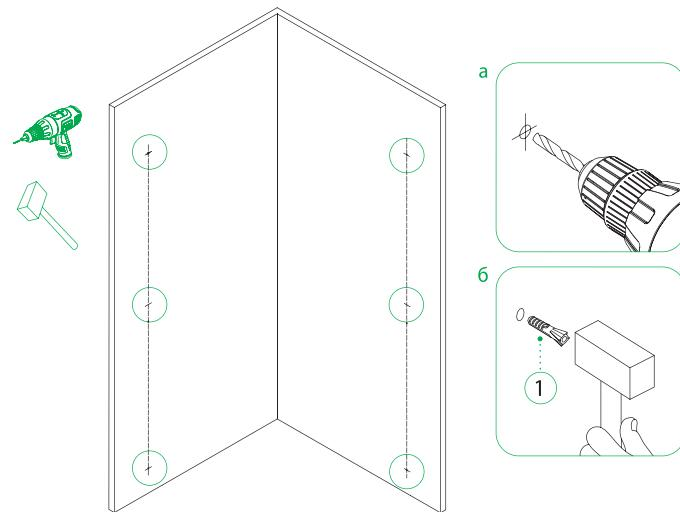
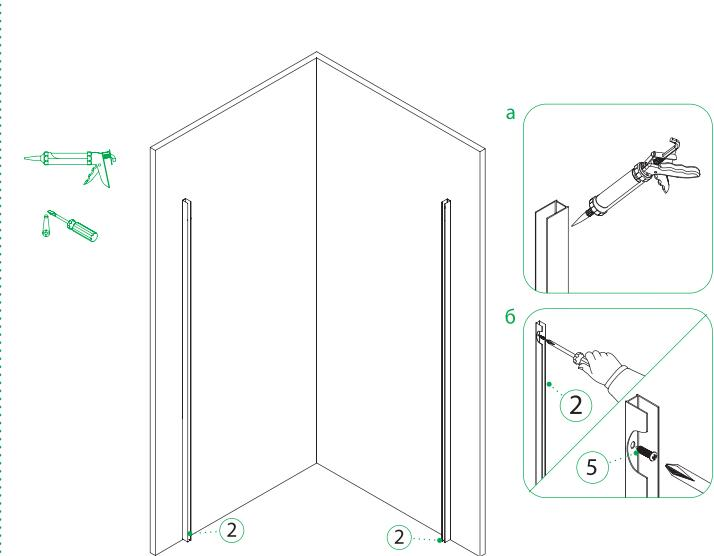

Рис. 6/6-сур.
Рис. 7/7-сур.
3. Просверлите отверстия (рис. 6-а) и вставьте дюбели (1), как показано на рисунке рис. 6-б. Приложите пристенные профили (2), предварительно обработанные санитарным силиконовым герметиком со стороны стены (для полной герметизации, рис. 7-а), и зафиксируйте их с помощью шурупов (5), как показано на рисунке рис. 7-б.